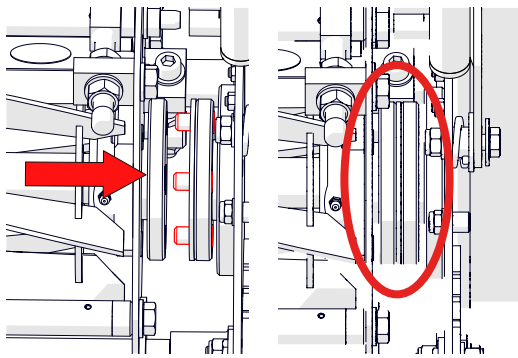

Fig. 11E - Abbassare la nuova cassetta per inserirla e farla scivolare agganciandola con tre perni.
7. Far scivolare la cassetta verso il lato sinistro della macchina, fino ad agganciarla completamente con i tre perni del giunto di trasmissione (Fig. 11E). È possibile che occorra ruotare leggermente il cilindro a mano, per allinearla rispetto ai perni. ⚠